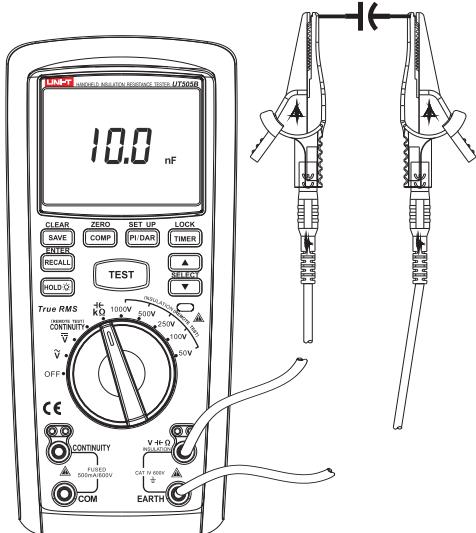

图8
4.2 电容测量(见图8)
- ① 将红色表笔插入“~V”插孔(红色孔)，黑色表笔插入“EARTH”插孔(黑色孔)。
- ② 将转盘开关旋转置“KΩ/±”将表笔并联到被测电容二端上。
- ③ 按“▼/SELECT”按键选择电容挡。
- ④ 从显示屏上即可读出当前的电容测量值。
- ⑤ 在测量过程中如果想保存测量电容值只需按下“SAVE/CLEAR”按键即可保存。